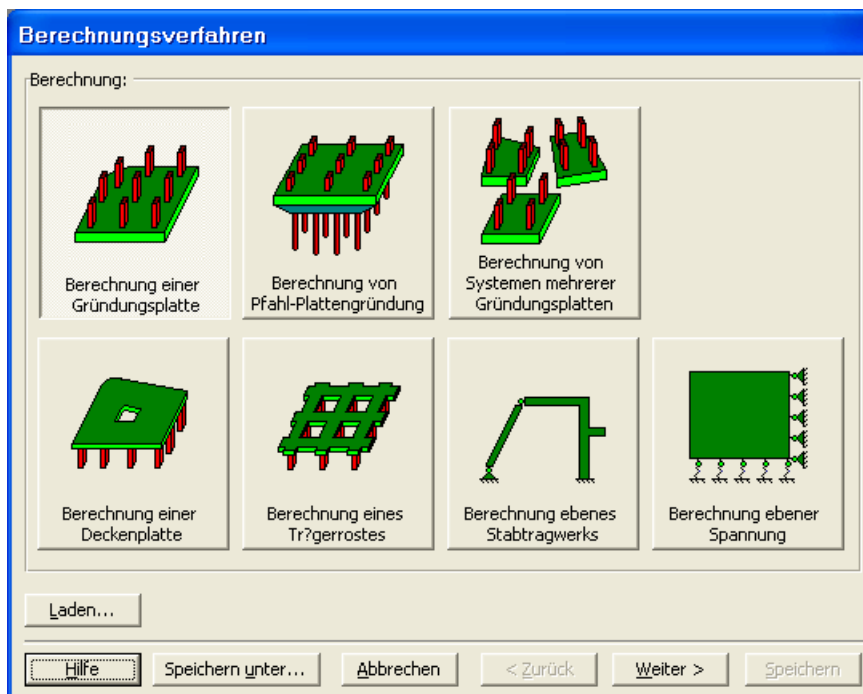

Bild 9-2 Wizard-Assistent "Berechnung"
Wählen Sie "Neues Projekt" aus dem "Daten"-Menü des *ELPLA-Daten*-Fensters. Der folgende Wizard-Assistent im Bild 9-2 erscheint. Der Wizard-Assistent vereinfacht den Prozess mit Hilfe der Standard- und vertrauten Wizard-Oberfläche. Ein Wizard-Assistent ist eine Reihe von Menüs in einem speziellen Fenster, die durch eine Aufgabe helfen.
- Wählen Sie "Berechnung einer Gründungsplatte", wie in Bild 9-2 gezeigt